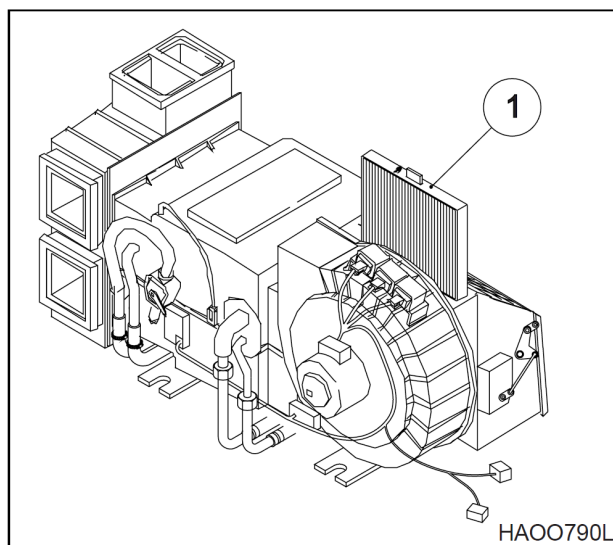

Рис. 3
5. Снять фильтрующий элемент (1, рис. 3) и проверить его на наличие повреждений.